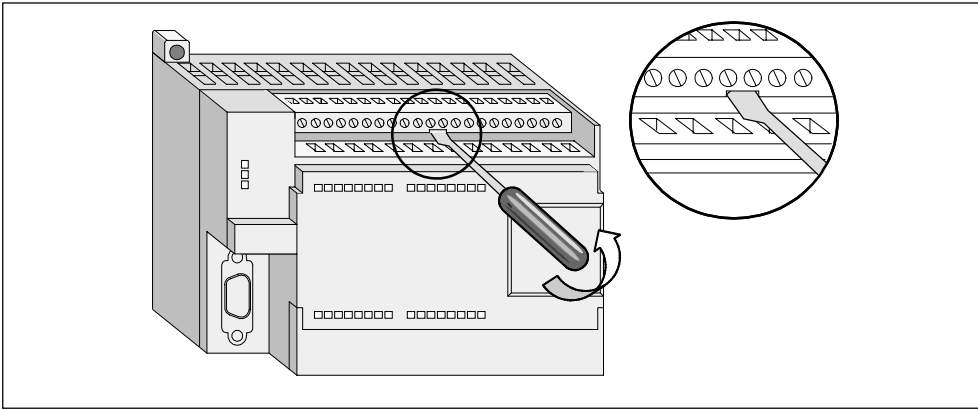

图 35 CPU 224 或 I/O 扩展模块的可拆卸端子连接器
采用可拆卸的端子连接器 采用可拆卸的端子连接器(图 35)可以保证当拆卸和重新安 装 S7-200 CPU 和 I/O 模块 时现场接线固定不变。
2. 如图 35 所示，把螺丝刀 插入端子块中央的槽口 中。